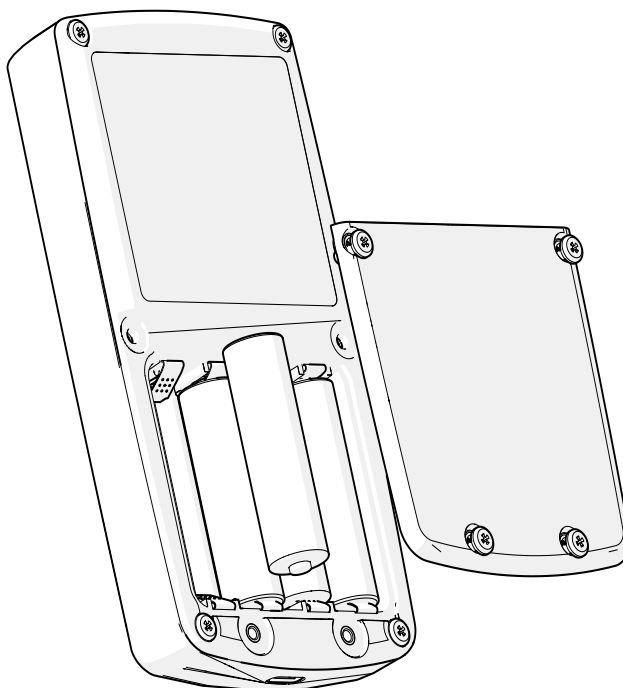

Рисунок 6-1: Установка батареек
1. С помощью отвертки Pozidriv открутите невыпадающие винты, которыми крепится крышка батарейного отсека. См. Рисунок 6-1.